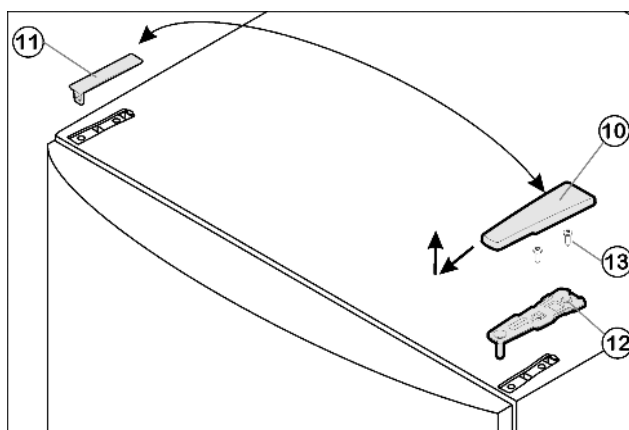

Fig. 6
- ▶ Отведите крышку Fig. 6 (10) вперед и вверх.
- ▶ Снимите крышку Fig. 6 (11).
- ▶ Открутите верхний опорный кронштейн Fig. 6 (12) (2 шт. Torx® 25) Fig. 6 (13) и вытяните вверх.
- ▶ Установите верхний опорный кронштейн Fig. 6 (12) на новой стороне шарнира и защелкните в дверце.
- ▶ Прикрутите верхний опорный кронштейн Fig. 6 (12) (с моментом 4 Нм) (2 шт. Torx® 25) Fig. 6 (13). При необходимости сделайте отверстия или используйте аккумуляторный шурупверт.
- ▶ Защёлкните крышку Fig. 6 (10) и крышку Fig. 6 (11) на противоположной стороне.